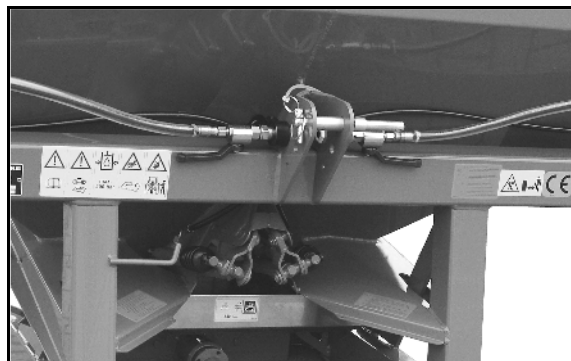

図 26
2. ギアボックス入力軸 (図 26/1) を清掃します。
4. ロックねじ (図 26/6) を回して外します。
5. 保護カバー (図 26/2) を取り付け位置 (図 26/7) へ回転させます。
7. 摩擦継ぎ手の接続ヨークにあるロックナット (図 26/3) を (グラブねじがロックナットから外側に突き出ないようになるまで) 手で緩め、六角穴付きのグラブねじ (図 26/4) を回して緩め、接続ヨークをギアシャフトにかるくかぶせることができるかどうか確認します。
キー (図 26/5) が完全に覆われているか確認してください。
9. プロペラシャフトが軸方向にずれないように固定します。このためにグラブねじを六角レンチでしっかり締め付け、ナット (図 26/3) でロックします。
2. 接続ヨークのロックナット (図 26/3) を摩擦継ぎ手から外します。グラブねじ (図 26/4) を回して外してください。